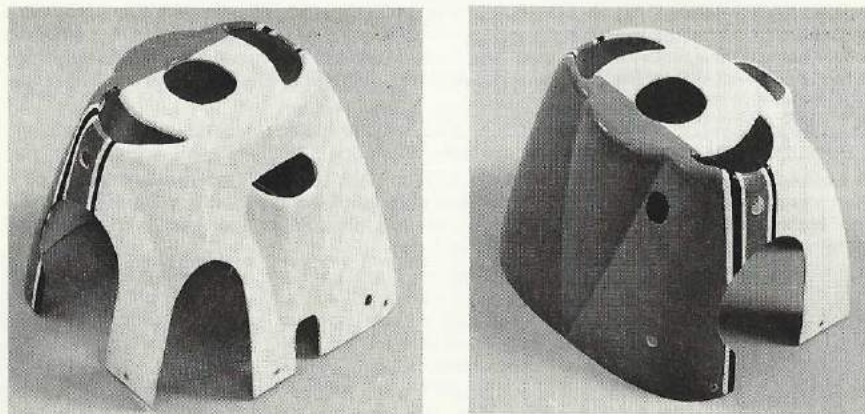

Abb. 19 Die ausgesparte Motorhaube.
Die Motorhaube (110) muß mit den Aussparungen für das Triebwerk versehen werden. Diese Aussparungen richten sich nach dem verwendeten Motor. In Abbildung 19 ist eine ausgesparte Motorhaube dargestellt.
- 2 Die Haube soll den Motor möglichst nicht berühren, sie ist deshalb entsprechend anzupassen. Evtl. ist vom Luftschauben-Spinner noch etwas abzufeilen, damit er nicht am Haubenring streift. Die Haube wird mit 4 Stück M 2-Schrauben am Motorspant (17) befestigt. Die Bohrungen für die Schrauben in der Haube haben 2 mm Durchmesser. In dem Motorspant (17) müssen 3 mm-Löcher für die 4 Gewindebuchsen (37) nach Plan gebohrt werden. Die Gewindebuchsen sind unter Angabe von Metallkleber einzusetzen.